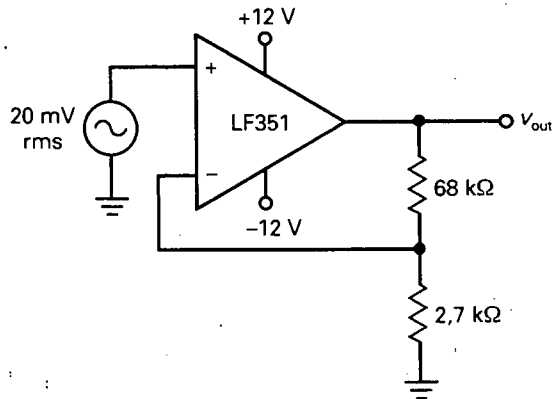

Figura 19-15
- 19-1. En la Figura 19-15, calcule la fracción de realimentación, la ganancia de tensión ideal en lazo cerrado, el porcentaje de error y la ganancia de tensión exacta.
- 19-2. Si la resistencia de $68\text{ k}\Omega$ de la Figura 19-15 se cambia a $39\text{ k}\Omega$, ¿cuál es la fracción de realimentación? ¿Y la ganancia de tensión en lazo cerrado?
- 19-3. En la Figura 19-15, la resistencia de $2,7\text{ k}\Omega$ se cambia a $5,6\text{ k}\Omega$, ¿cuál es la fracción de realimentación? ¿Y la ganancia de tensión en lazo cerrado?
- 19-4. Si el LF351 de la Figura 19-15 se reemplaza por un LM308, ¿cuál es la fracción de realimentación, la ganancia de tensión ideal en lazo cerrado, el porcentaje de error y la ganancia de tensión exacta?